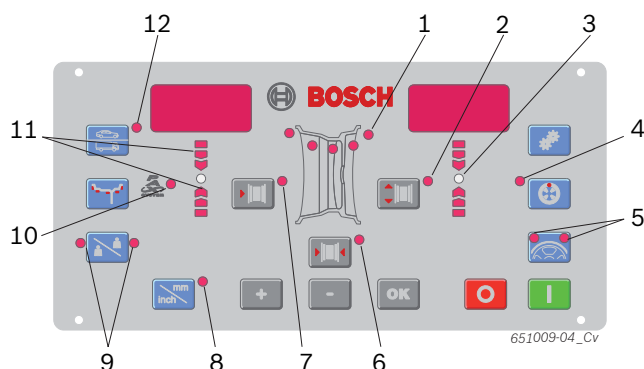

Fig. 4: Diody świeące na panelu obsługi/wskaźników
- ➔ Diody świecące (rys. 4, poz. 1) informują o pozycji wyważania we wszystkich programach wyważania.
-  W przypadku, gdy wybrany został program wyważania PAX, świeci dodatkowo dioda świecąca Pax (rys. 4, poz. 10).
2. Wybrać wyznaczony dystans obręczy koła za pomocą przycisku <-> lub <+> (rys. 4, poz. 7).
4. Wybrać wyznaczoną szerokość obręczy za pomocą przycisku <-> lub <+> (rys. 4, poz. 6).
6. Wybrać wyznaczoną średnicę obręczy koła za pomocą przycisku <-> lub <+> (rys. 4, poz. 2).
- ⇒ Świecą obydwie diody przycisku **<SPLIT>** (rys. 4, poz. 5).
- ⇒ Z chwilą osiągnięcia właściwej pozycji do mocowania ciężarka zaświeci dioda (rys. 4, poz. 3). Prawidłowa pozycja (za ramieniem koła) potwierdzona zostanie sygnałem dźwiękowym.